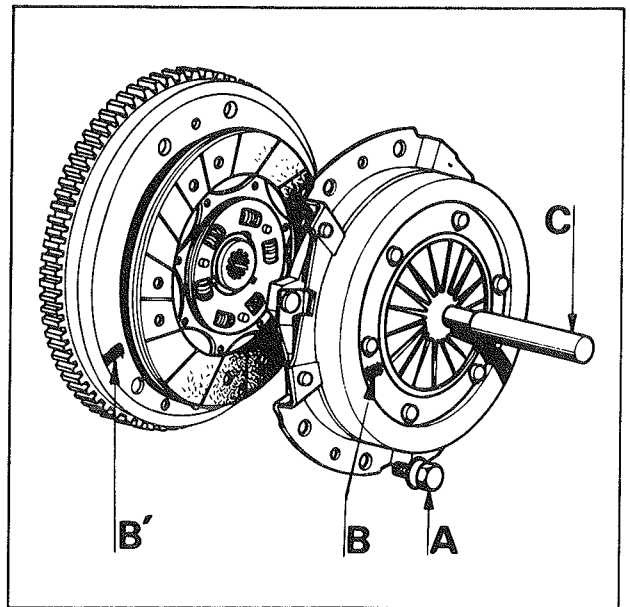

Fig. 2
- sur le mécanisme, la position approximative du balourd (B) (fig. 2).